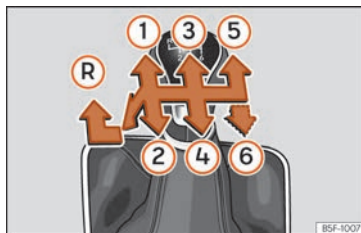

Abb. 151 Schaltschema bei einem 5-Gang bzw. 6-Gang Schaltgetriebe
Auf dem Schalthebel sind die Positionen der einzelnen Fahrgänge dargestellt **»» Abb. 151.**
- Schalthebel auf Leerlauf stellen und nach unten drücken, ganz nach links und dann nach vorne schieben, um den Rückwärtsgang **»» Abb. 151 (R)** einzulegen.